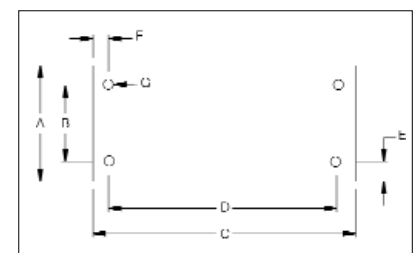

Figur 2, Installasjon av ZU4 Luftplugg
4.1 Tankventilering (se figur 2).